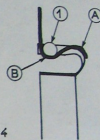

Fig. 4
a) souder l'extrémité d'une suspension en A (fig. 4) ;
b) glisser la suspension dans la gorge de la vis (fig. 4) ;